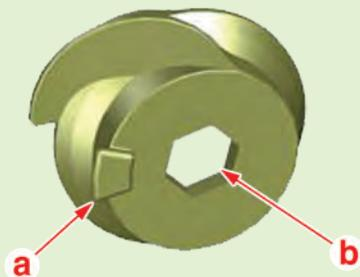

Fig.1
- [2]. Outil de pose de la courroie de pompe à eau (référence : 0109-1B) (Fig.1).